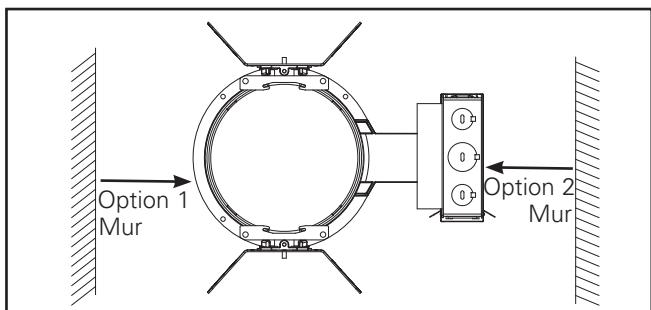

Figure 13.
1. Pour l'option de projecteur mural installez la structure avec la boîte de jonction vers le mur. (Figure 13).